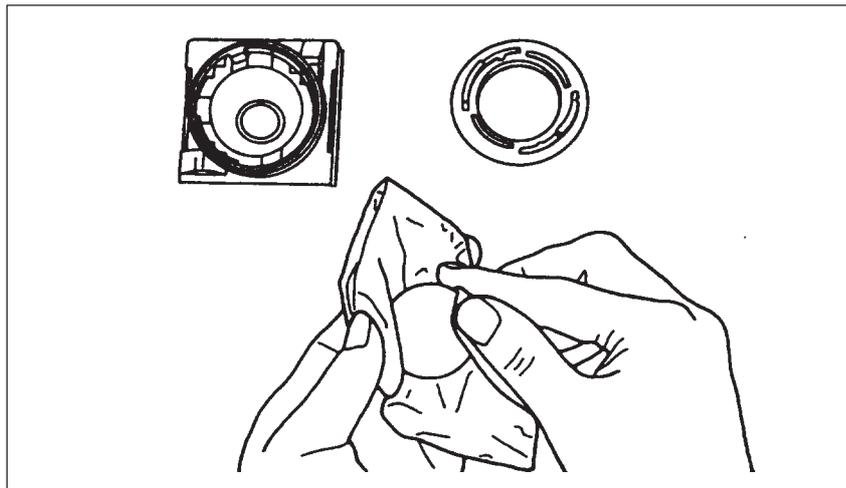

Bild 2-10 Reinigung der Rollkugel
4. Säubern Sie die Kugel mit Leitungswasser, dem Sie ein mildes Reinigungsmittel zusetzen können (Bild 2-10).